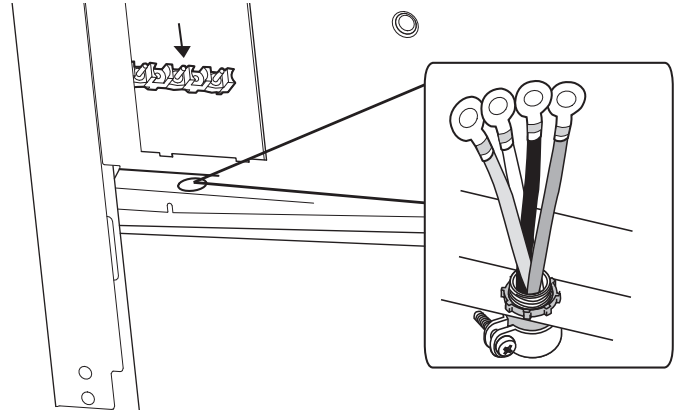

Figura 11: Ubicación del prensacables
Localice la caja de conexiones en la parte trasera del aparato y quite la cubierta (consulte la *Figura 11*). Se debe fijar el conducto a la caja de conexiones utilizando un conector de conducto aprobado. Se debe conectar la extremidad libre del conector de conducto a una caja de conexiones instalado en la zona de alimentación eléctrica, como se muestra en la *Figura 3 en la página 56*.
Instale un prensacables (no incluido) en el orificio de 1 pulg. (25,4 mm) de diámetro situado debajo de la caja de conexiones (vea la *Figura 11*). El cableado del aparato debe llegar hasta la caja de conexiones mediante el conducto, pasando a través del prensacables. Las extremidades de los cables deben tener fijadas lengüetas cerradas de 1/4 pulg., preferentemente soldadas en su lugar. Realice las conexiones a la caja de conexiones incluida.
1. Localice la caja de conexiones en la parte trasera del aparato y quite la cubierta (consulte la *Figura 11*).
3. Instale el prensacables (no incluido con la estufa) en el orificio de 1 pulg. (6 mm) de diámetro situado en el panel trasero, debajo de la caja de conexiones (vea la *Figura 11*). Pase los cables por el prensacables.